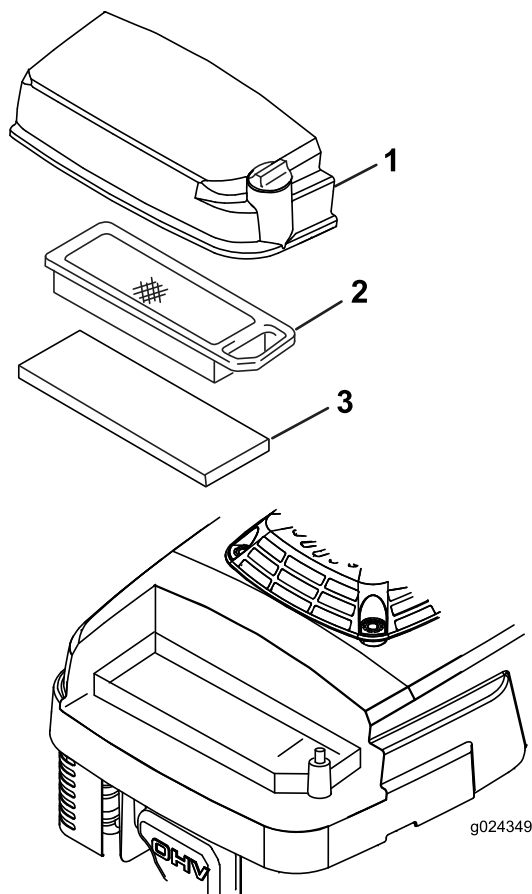

Figura 20
3. Desaperte o parafuso na tampa do filtro de ar (Figura 20).
5. Remova e inspecione o filtro de ar de papel (Figura 20) e substitua-o se estiver muito sujo.
6. Retire a esponja de filtragem e lave-a com detergente suave (Figura 20) e água e deixe secar.